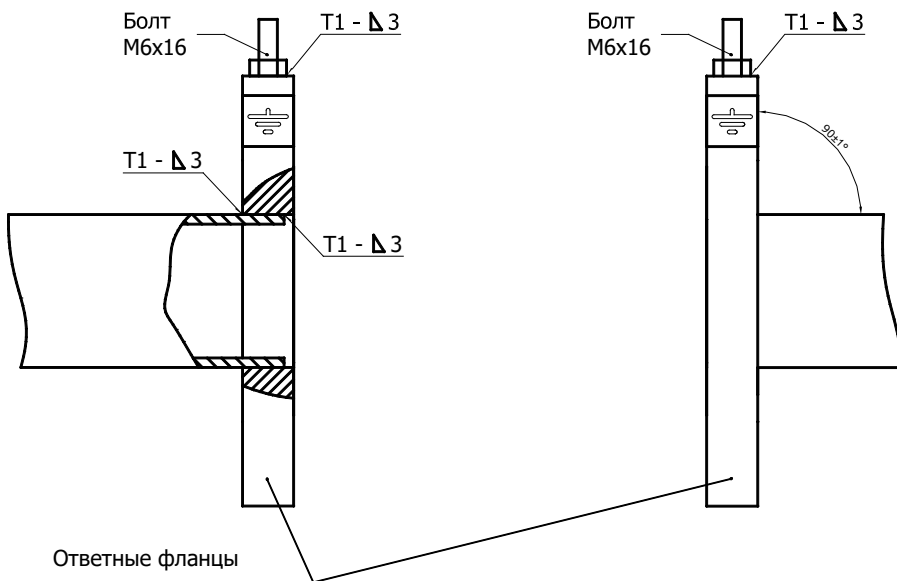

Рисунок 8.5
8.3.5 К прямолинейным участкам трубопровода приварить фланцы в соответствии с ГОСТ 12820-80, при этом угол между осью трубопровода и плоскостью фланца должен быть $90 \pm 1^\circ$. Фланцы следует приваривать таким образом, чтобы после установки расходомера (ППР) ось электродов ППР лежала в горизонтальной плоскости (допустимое отклонение от линии горизонта $\pm 10^\circ$). При монтаже ответных фланцев необходимо приварить болт заземления к верхней части монтируемого фланца (см. рис. 8.5).
ВНИМАНИЕ! На расходомер, монтаж которого выполнен с нарушением требований ГОСТ 12820-80 (соединение труба-фланец), гарантийные обязательства не распространяются (см. рис. 8.5а).
Рисунок 8.5а